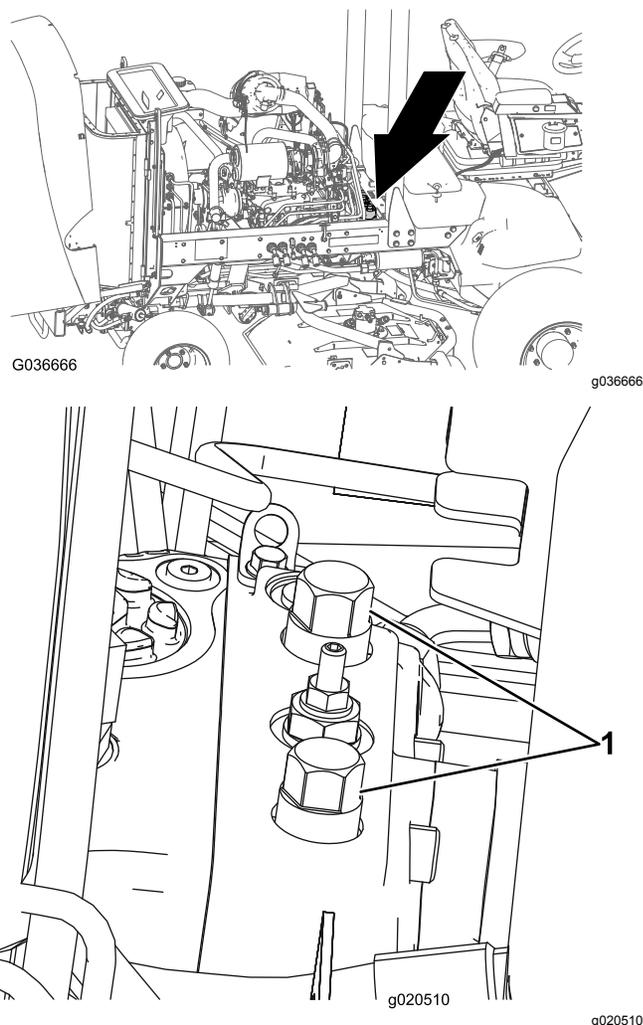

Рисунок 50
1. Откройте капот и найдите перепускные клапаны (Рисунок 50) сверху на насосе, позади ящиков для аккумуляторной батареи и хранения.